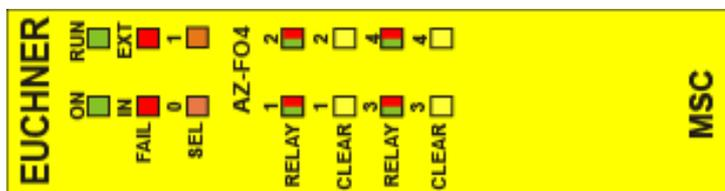

Fig. 39:
8.4.9. Módulo AZ-FO4 (Fig. 39)